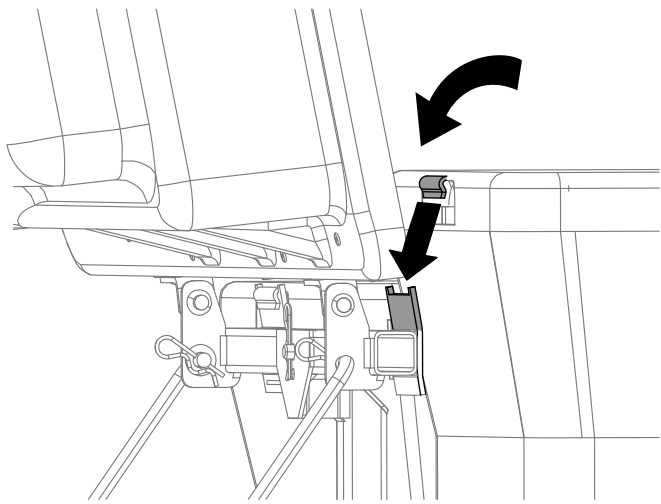

Figura 16
- Alzate il coperchio del sistema di raccolta e inserite i cesti facendo scorrere i ganci del telaio dei cesti sulle staffe di ancoraggio (Figura 16).